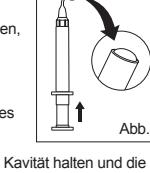

Abb. 2
2. Mögliche Luft in der Dispensationsspitze entfernt man durch vorsichtiges Drücken des Bettätigungshebels, bis das Material die Öffnung der Spitze erreicht (Abb. 2).